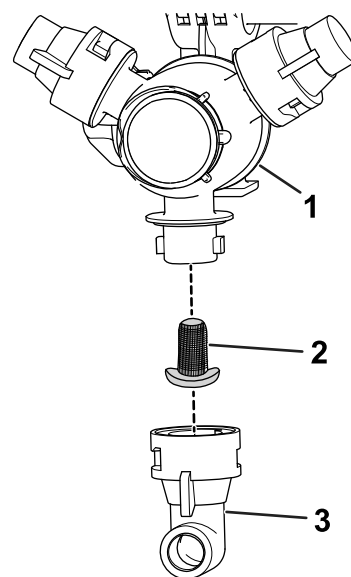

Рисунок 97
2. Снимите сопло с поворотной распылительной головки (Рисунок 97).
3. Снимите фильтр сопла (Рисунок 97).
5. Установите фильтр сопла (Рисунок 97).
6. Установите сопло на поворотную распылительную головку (Рисунок 97).